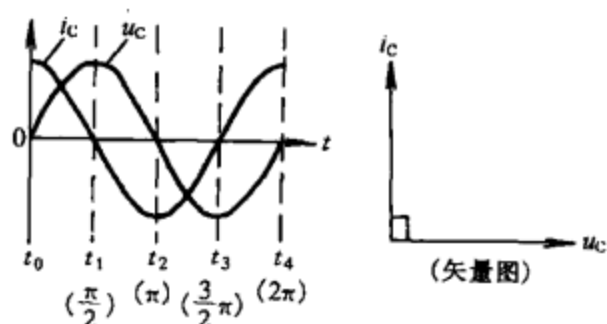

图 1-60
(1) 由于通过电容器的电流大小取决于交流电压的变化率，因此电容器上电流超前电压 90° ，如图 1-60 所示。